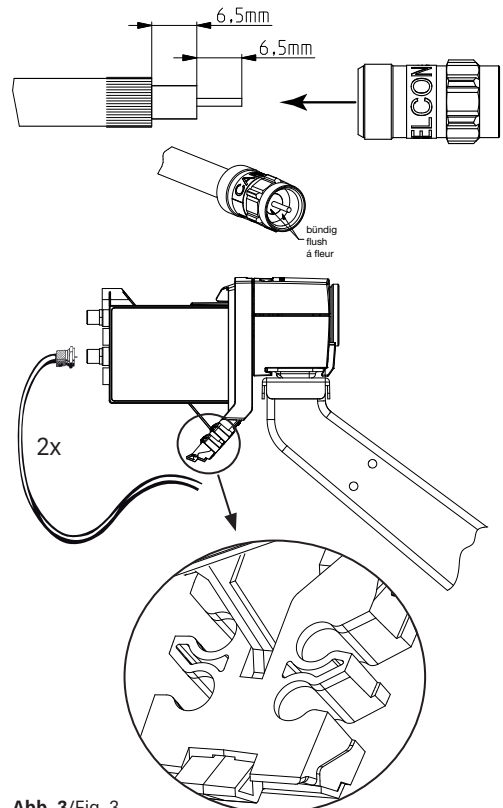

Abb. 3/ Fig. 3
Kabelanschluss (Abb. 3)/Cable connection (Fig. 3)
3. Angeschlossene Kabel nach vorne führen und seitlich in den Kabelhalter (siehe Vergrößerung in Abb. 3 unten) eindrücken.
4. Haube aufschieben bis sie in die Nut eintaucht und im unteren Bereich einrastet. Innensechskantschraube (S) festziehen.
3. Lead the connected cable forwards and insert sideways into the cable fastening (see close-up in fig. 3 below).
4. Slide on the cover until it fits into the groove and locks in the bottom section. Tighten Allen screw (S).